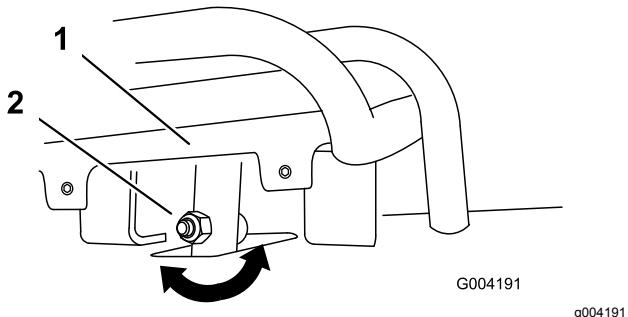
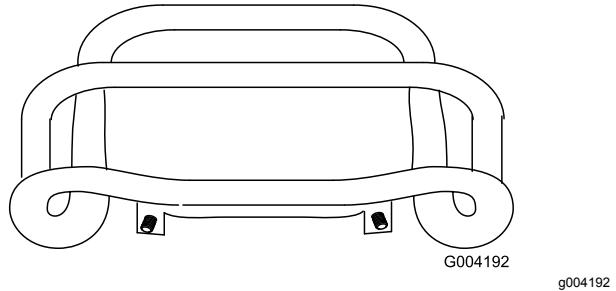

Рисунок 56
Рисунок 57
- Если передняя часть органа управления тягой не встает параллельно контрольной штанге и вровень с ней, ослабьте фланцевую гайку и болт в хвостовике органа управления тягой (Рисунок 56).
- Отрегулируйте орган управления тягой таким образом, чтобы при перемещении прямо назад он находился на одном уровне с контрольной штангой (Рисунок 56 и Рисунок 57).